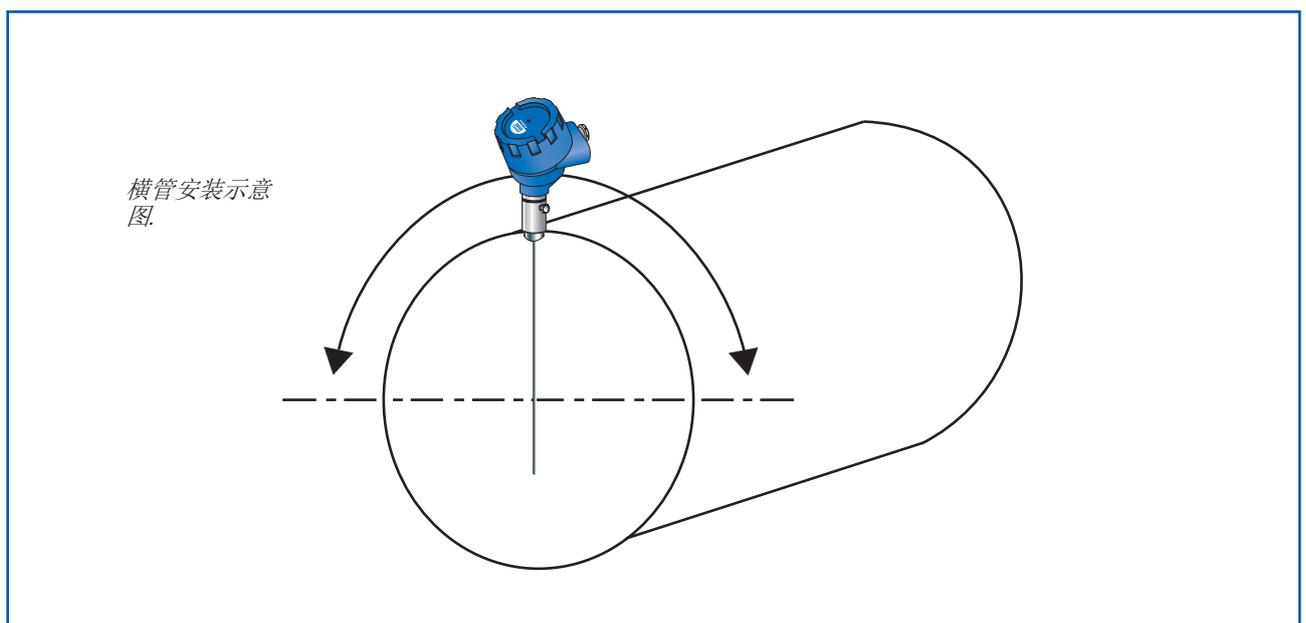

图 3a: 圆管烟道
2. 在横截面为圆形的水平管道中，ProSens传感器可安装在管道横截面9点到3点上方的任何位置(参见图3a)